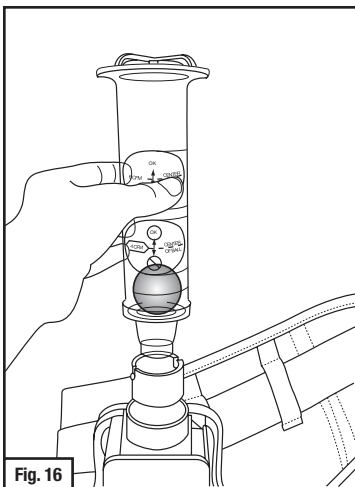
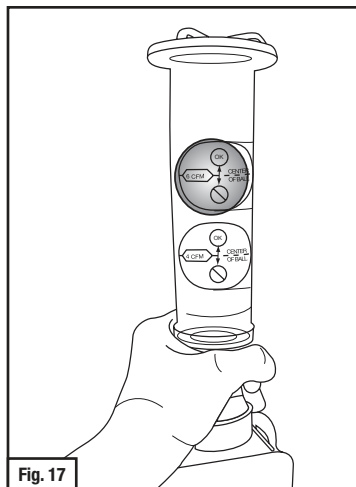

Fig. 16
Fig. 17
- c. Adaptateur V-199 : Insérer l'extrémité dans l'orifice de l'adaptateur (Fig. 16) et maintenir le débitmètre à la verticale à l'aide du pouce et de l'index pour couvrir les deux fentes de verrouillage pour tuyau de respiration du connecteur (Fig. 17).
8. Pièces faciales à ajustement lâche : La bille doit se trouver à égalité ou au-dessus du cercle d'essai supérieur (6 pi³/min) (Fig. 17).